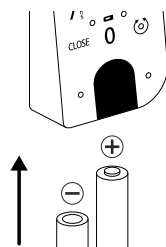

Abb. 5
③ Legen Sie zwei neue Batterien ein. Achten Sie dabei auf die korrekte Polung gemäß der Zeichnung auf der rechten Seite (Abb. 5).